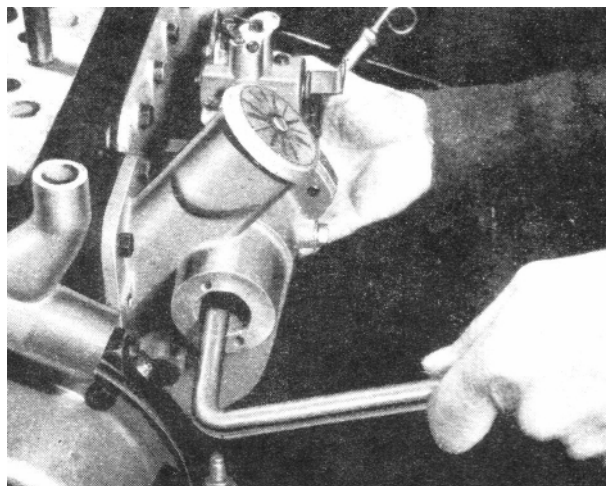

Fig. 57
6. A l'aide de l'outil spécial S 149 mis dans le carter d'entraînement et maintenu dans le sens inverse des aiguilles d'une montre, empêcher tout jeu du pignon (Fig. 57).